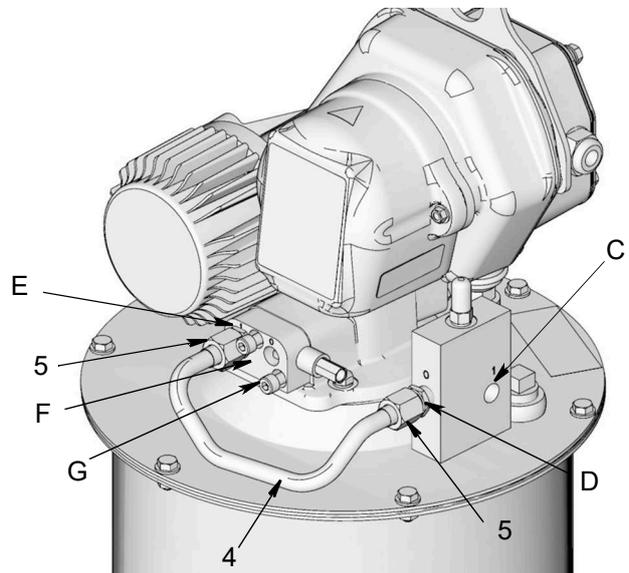
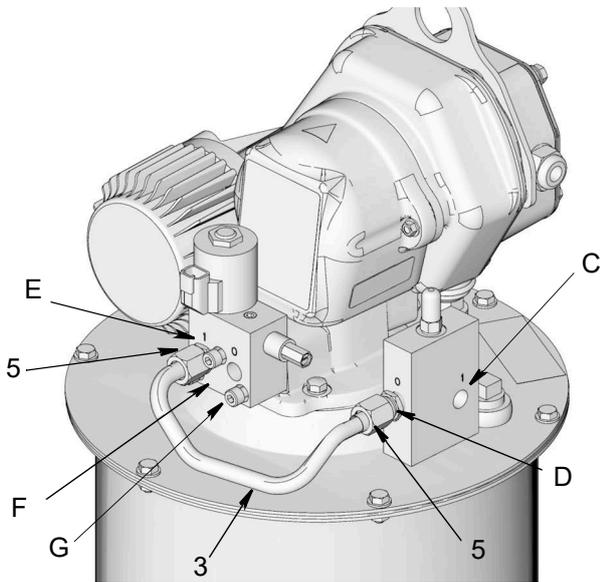

図 15
図 16
- 供給チューブ (4) (16V750 アルミニウムタグと記載)および 2 本のコネクタ金具 (5) はマニホールドアセンブリに使用します。供給チューブ (3) は廃棄できます。マニホールドの取り付けには使用しません。
- コネクタ金具 (5) をマニホールドインレット (E) と遮断アウトレット (D) に取り付けます。すべての金具 (5) をレンチでしっかりと締めます。
- まず、供給チューブ (4) をマニホールドインレット (E) に取り付け、次に供給チューブの別の端を自動充填アウトレット (D) に図 15。
- 供給チューブ (3) (16X381 アルミニウムタグと記載)および 2 本のコネクタ金具 (5) はベントバルブアセンブリに使用します。供給チューブ (4) は廃棄できます。ベントバルブの取り付けには使用しません。
- a. コネクタ金具 (5) を自動充填遮断アウトレット (D) とベントバルブインレット (E) に取り付けます。
- b. まず供給チューブ (3) をベントバルブインレット (E) に取り付けます。次に、供給チューブの別の端を自動充填遮断アウトレット (D) に図 16。
12. (ユーザー提供の) 潤滑剤供給ホース (L) を自動充填遮断インレット (C) (図 15 または 図 16) とリモート充填ステーションポンプ (K) の間に取り付けます。
13. 圧力開放バルブ (G) とオーバーフロー容器 (H) (圧力開放中に排出される余分な液体を収集) は、必ずリモート充填ステーションポンプ (K) および自動充填遮断器 (1) 間のアクセスの良い位置に取り付けて下さい。この圧力解放バルブを使用して充填ライン内の圧力の解放と自動充填遮断のリセットを行います。代表的な取り付け例、4 ページを参照して下さい。